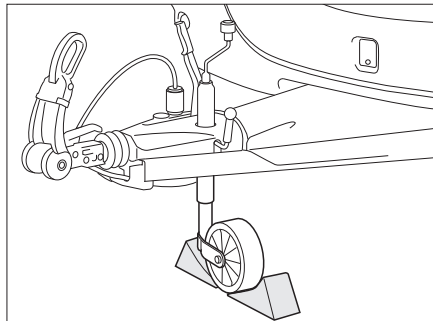

Bild 173 Stützrad sichern
- Das Stützrad quer zur Fahrtrichtung stellen und mit geeigneten Hilfsmitteln sichern (Bild 173).